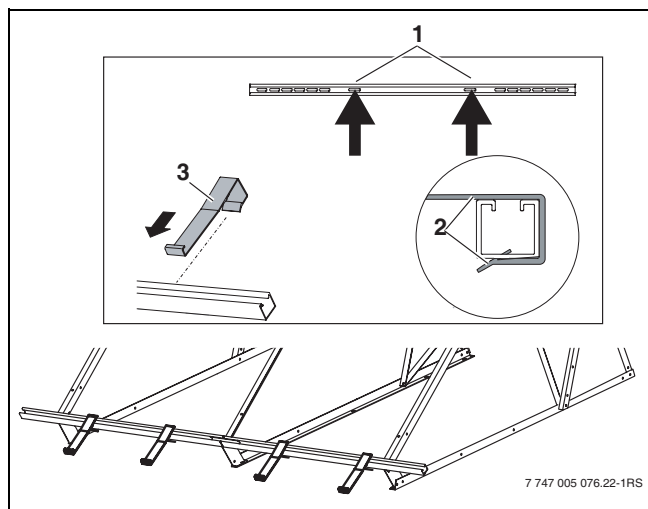

Fig. 26 Accrocher les dispositifs anti-glissement
- Glisser les dispositifs anti-glissement (fig. 26, [3]) dans les perforations longitudinales intérieures [1] par l'extérieur au-dessus du rail profilé jusqu'à ce qu'ils s'enclenchent [2].